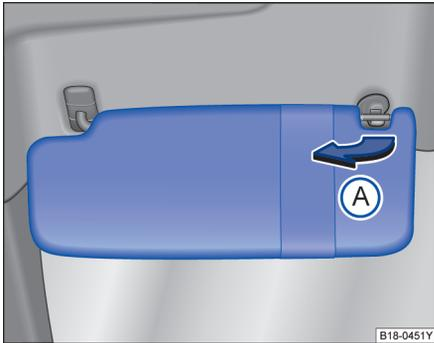

图 77 遮阳板
- 用一只手按压旋转轴的一端，用另一只手的拇指按压卡扣的上端，并用其它的手指将遮阳板倾斜上抬，并缓缓取出，否则容易造成上方固定点的损坏 ⇒ 图 77(A)。